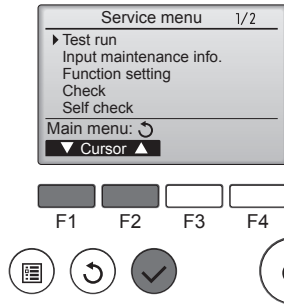

Fig. 5-3
③ เลือก "Test run" โดยใช้ปุ่ม **[F1]** หรือ **[F2]** แล้วกดปุ่ม (Fig. 5-3)